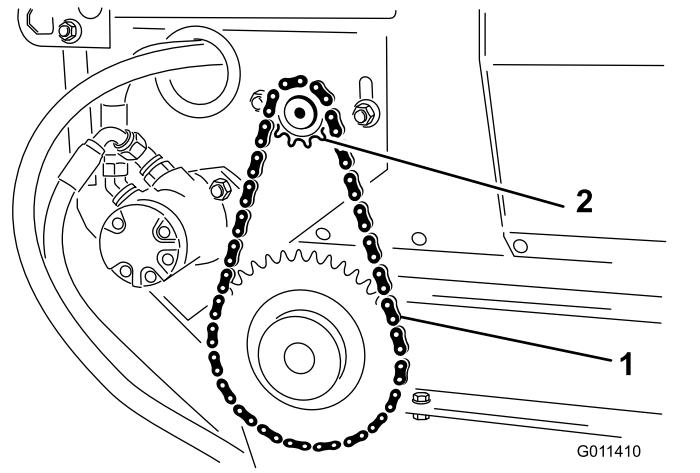

Bild 25
2. Lösen Sie die Schrauben und Muttern, mit denen der Motor und die Kettenräder am Hauptrahmen befestigt sind (Bild 25).